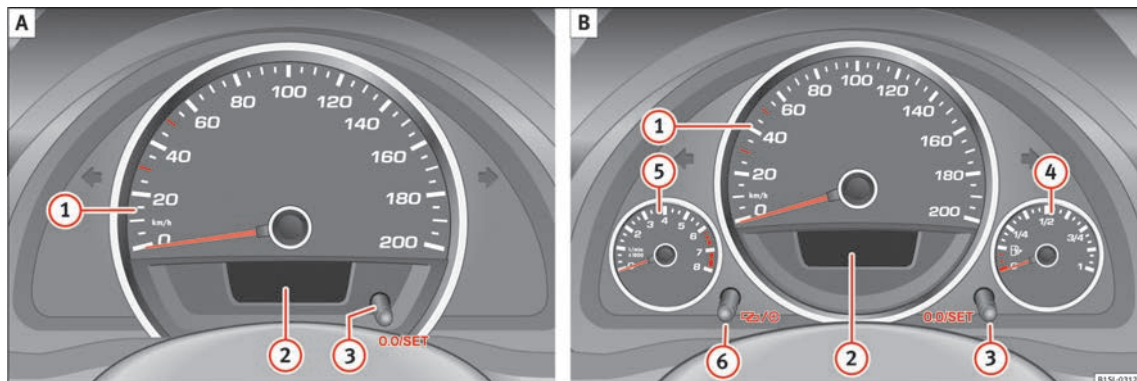

Fig. 95 Quadro strumenti, nella plancia: variante 1 (A) e variante 2 (B).
Spiegazioni sugli strumenti » fig. 95:
Nel display del quadro strumenti **» fig. 95 ②** sono visualizzate informazioni diverse a seconda dell'allestimento del veicolo:
L'indicazione dell'ispezione compare sul display del quadro strumenti »» **fig. 95 ②**.